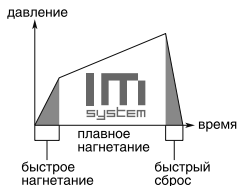

Рис. 13
4. После достижения уровня 18-20 мм рт. ст. манжета начнет подкачиваться, сначала медленно, затем быстро. Во время накачки мигает значок «♥». Алгоритм Inflation Measuring System (IMS) позволяет определить систолическое и диастолическое давление в процессе накачки (рис. 13).